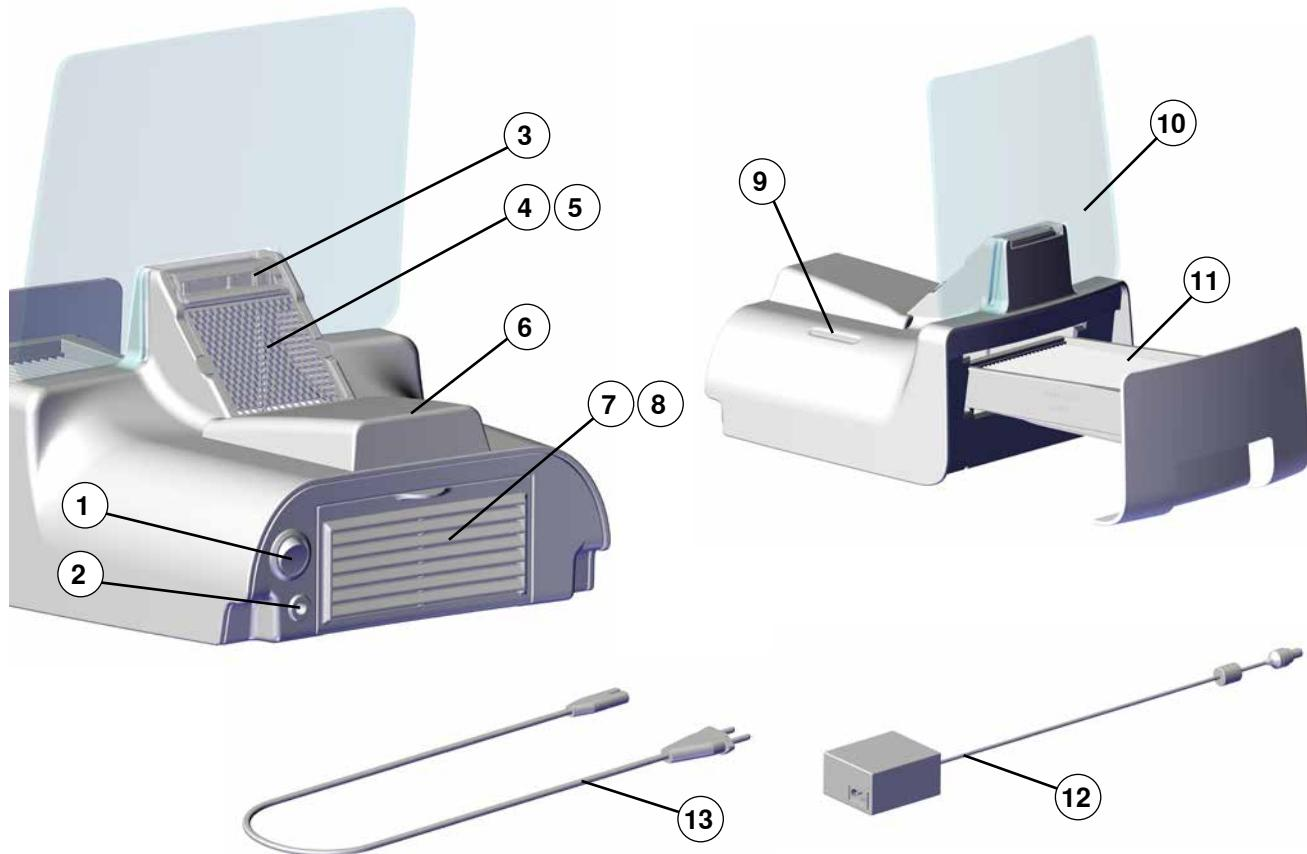

図 1
⇒ON/OFFスイッチ(1, 図1)を使い、本機の電源を切ります。
- ⇒ 電源コード（13、図1）を充電器（12、図1）に差し込みます。
On/Offスイッチ(1, 図1)を使用して、本機の電源の ON/OFF を切り替えます。